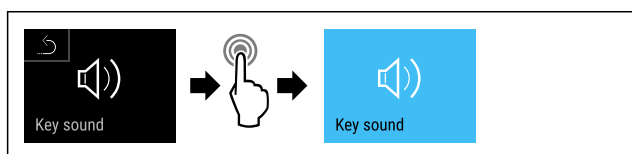

Fig. 94
- ▶ Atlikite veiksmus (žr. Fig. 94) .